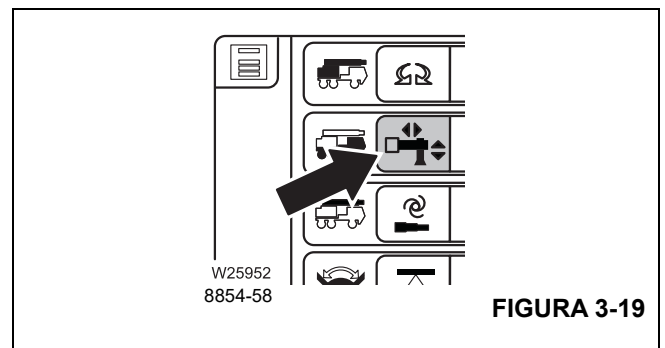

FIGURA 3-19
- Un menú seleccionado se marca con color y puede abrirse (Figura 3-19).